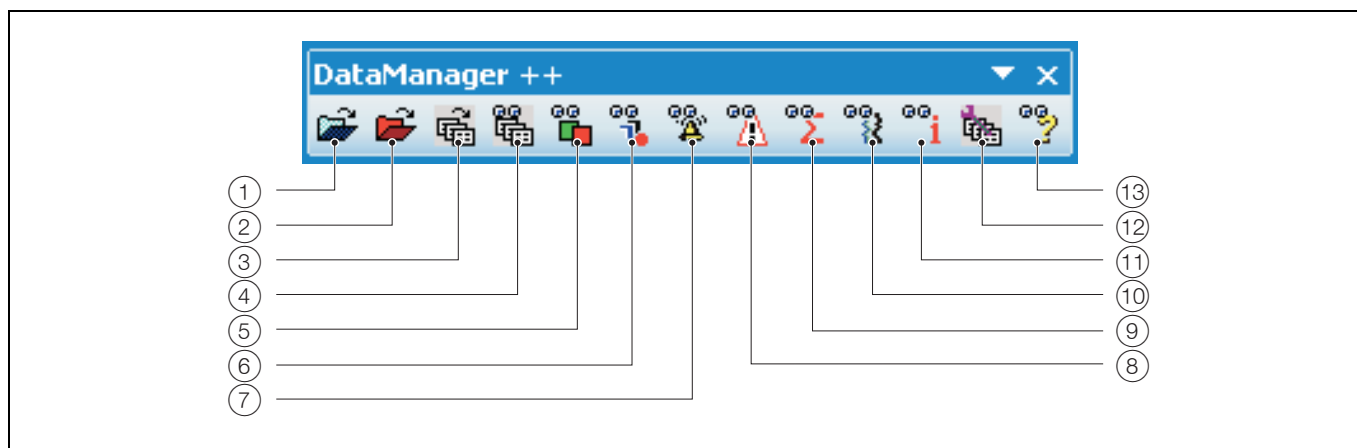

Fig. 1.1 Barre d'outils DataManager
1.2 Barre d'outils DataManager – Fig. 1.1
DataManager crée une nouvelle barre d'outils Excel et la place en haut de l'écran, en regard des autres barres d'outils. Toutefois, vous pouvez faire glisser cette barre d'outils pour la placer ailleurs dans la fenêtre. Si la barre d'outils DataManager ne s'affiche pas, sélectionnez *DataManager++* dans le menu *Affichage / Barre d'outils*. Positionnez le pointeur de la souris sur chacun des boutons pour obtenir leur description – voir Fig. 1.1.
Tous les fichiers présents dans la base de données peuvent être consultés et analysés à l'aide des boutons de la barre d'outils DataManager (voir Fig. 1.1.)